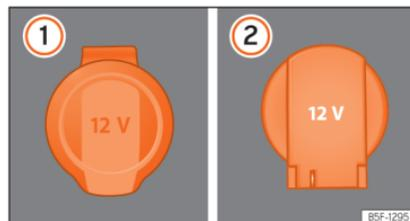

Fig. 150 Tomada de corrente de 12 Volts: ① no interior do apoio de braços dianteiro, ② na bagageira.
- Levante a tampa da tomada de corrente » **Fig. 150** ①.
- Levante a tampa da tomada de corrente » **Fig. 150** ②.